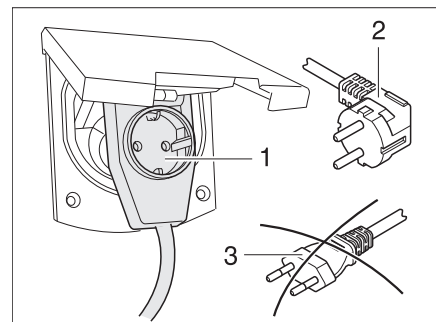

Fig. 179 Collegamento a un connettore a gomito con presa
- ▶ Se si utilizza un connettore a gomito CEE 17 con presa sul retro (Fig. 179,1), utilizzare solo una spina IP 44 con isolamento di gomma e sigillata con contatto di terra (Fig. 179,2). Non utilizzare spine senza contatto di terra (Fig. 179,3). Pericolo di folgorazione elettrica!